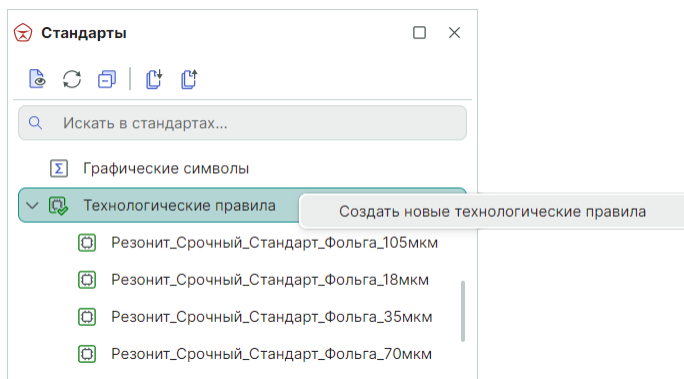

Рис. 151 Создание нового шаблона технологических правил
2. Вызовите контекстное меню для узла и выберите команду «Создать новые технологические правила», см. Рис. 151.